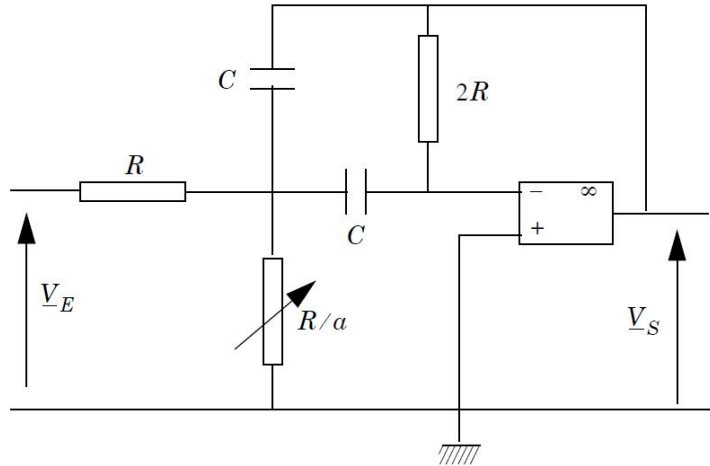
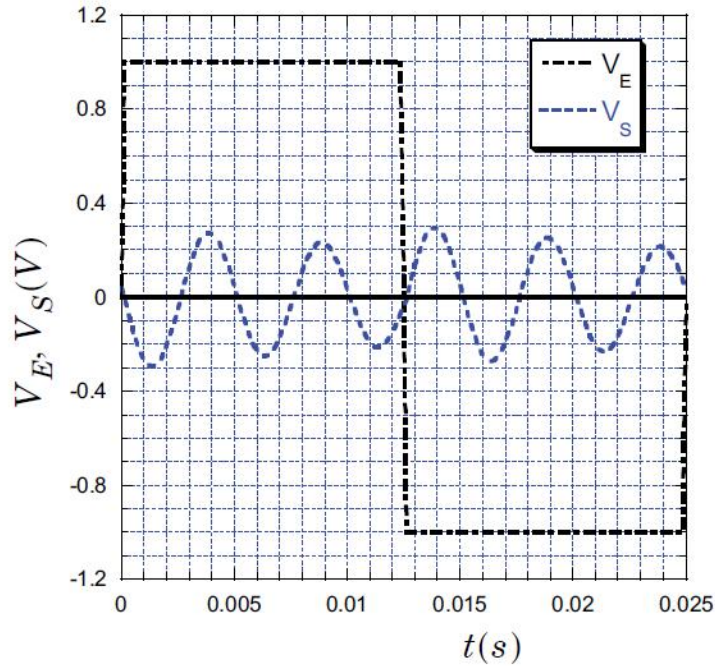

FIGURE 3 –
FIGURE 4 –
Le mouvement du sol est périodique de pulsation ω_1 mais pas nécessairement sinusoïdal et on désire analyser les différentes composantes harmoniques du signal. Pour cela on traite le signal V_E qui est l'image de l'élongation du miroir (M_1) à l'aide du montage électronique de la figure 3.
5. Pour vérifier le bon fonctionnement du filtre de la figure 3 on applique en entrée une tension en créneau symétrique de fréquence $f = 40 \text{ Hz}$. On a choisi α de sorte que $Q = 20$ et on obtient le signal de sortie représenté sur la figure 4. Sachant que l'on a choisi $C = 3,4 \mu\text{F}$, quelle valeur de R a-t-on prise pour obtenir cet enregistrement ? Commenter le rôle du filtre.